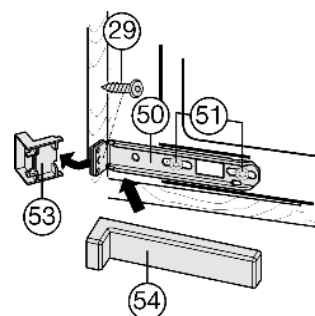

Fig. 19
- Немного ослабьте винты *Fig. 19 (51)*.
- Закрепите нижний крепежный уголок *Fig. 19 (50)* с помощью винтов для стружечной плиты *Fig. 19 (29) ø4x19* на стенке мебели.
- Удалите выступающий конец крышки *Fig. 19 (53)*. Он больше не понадобится.
- Затяните винты *Fig. 19 (51)*.
- Установите крышку *Fig. 19 (54)* на нижний крепежный уголок *Fig. 19 (50)*.